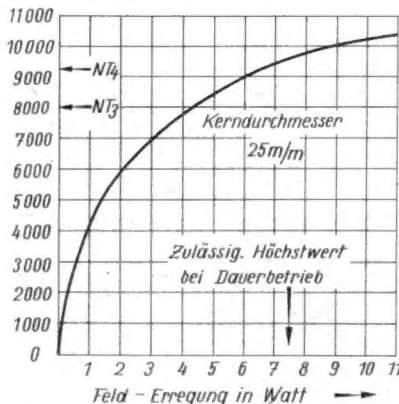

Bild 1. Magnetische Feldstärke im Luftspalt eines Lautsprecher-Magnetsystems in Abhängigkeit von der Erregerleistung
Für den Wirkungsgrad und damit für die Belastbarkeit ist neben der Betriebsfrequenz in erster Linie die magnetische Feldstärke im Luftspalt maßgebend (5). Der Wirkungsgrad ist theoretisch dem Quadrat der Feldstärke proportional. Der folgende Versuch demonstriert dies sehr deutlich. An einem fremderregten Lautsprecher (WIGO-ED 220) wurden Schwingspule und Membran entfernt und es wurden mit Hilfe eines „Fluxmeter“ (Hartmann & Braun) die Feldstärken im Luftspalt in Abhängigkeit von der Gleichstrom-Erregerleistung gemessen (Bild 1). Dann wurde der Lautsprecher betriebsbereit zusammengebaut und seine Erregerwicklung mit einem regelbaren Gleichrichter verbunden, während seine Schwing-